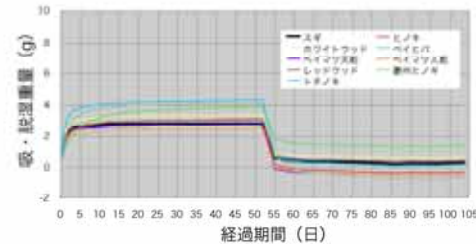
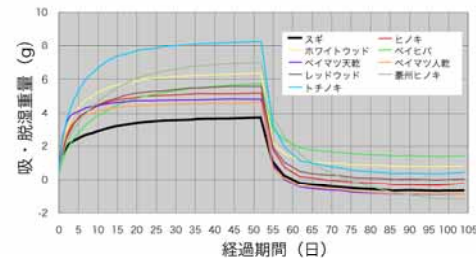

図2 吸・脱湿重量試験 (1cm厚)
図3 吸・脱湿重量試験 (2cm厚)
- 65%RH→92%RHにした際、1cm厚の試験体で約2.4~4.3g(図2)、2cm厚の試験体で3.7~8.3g(図3)の吸湿重量。